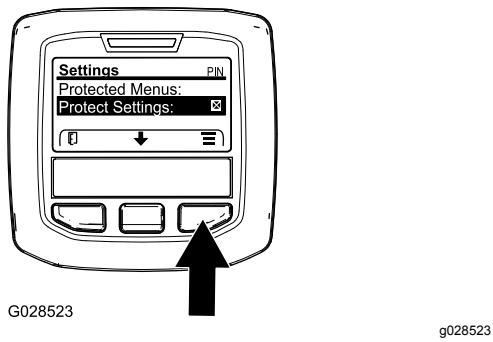

Figura 11
1. A partir do menu PRINCIPAL, utilize o botão central para ir até ao menu de DEFINIÇÕES e prima o botão direito (Figura 11).